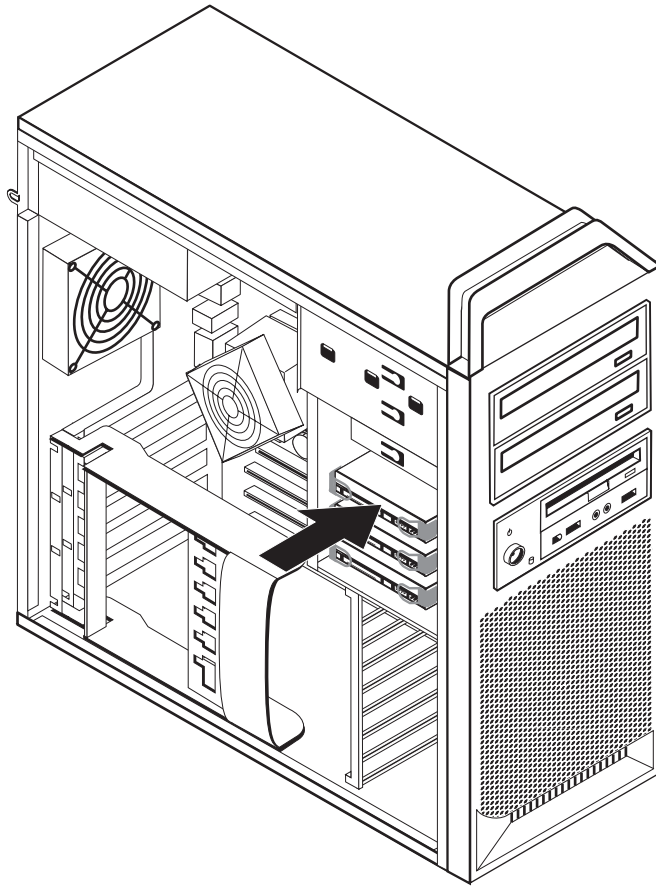

Figura 19. Extracción de la unidad de disco duro
3. Tire del asa para extraer la unidad de disco duro. Consulte la Figura 19 en la página 34.